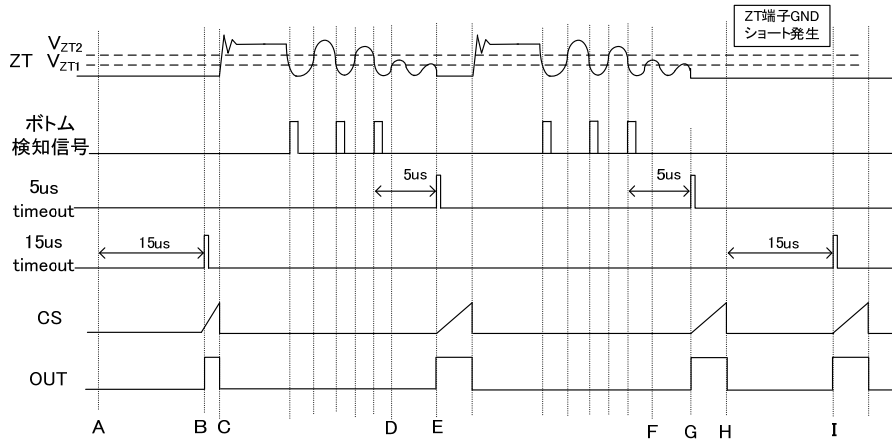

Figure-22 ZT タイムアウト機能
**(4-7-1) ZT タイムアウト機能 1 (Figure-22)**
**(4-7-2) ZT タイムアウト機能 2 (Figure-22)**